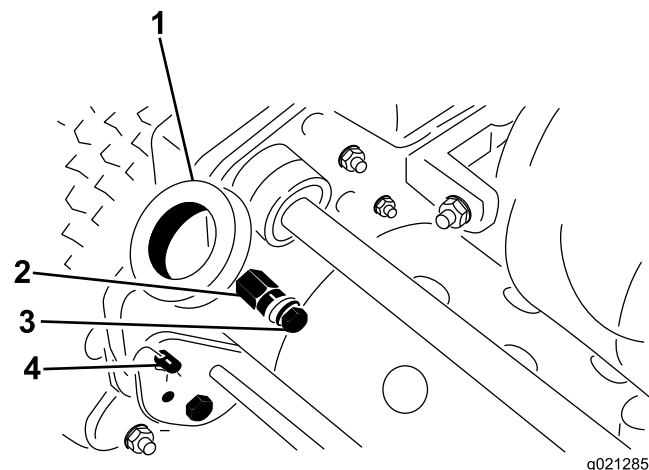

図 2
1. ハンドルアームの下部を機体両側に固定しているボルトとロックナットとワッシャを取り外す図 2。
2. ハンドルアームをフレーム後部に固定しているヘアピンコッターとリングピンを取り外す図 2。
3. ハンドルの各端をハンドルアームの穴に差し込み、取り付けピンとハンドルの穴を整列させる図 2。
1. 機体左右のリングピンからヘアピンコッターを抜き取る図 2。
2. ハンドルを支えながら、左右のリングピンを抜き、ハンドルを希望の高さにセットする図 2。